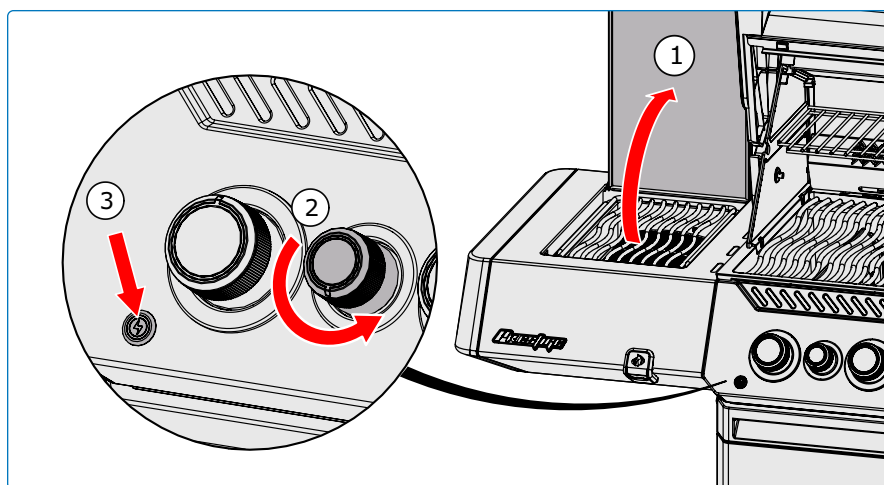

Fig. 7
4. Si le brûleur ne s'allume pas dans les 5 secondes, tournez le bouton de commande du brûleur dans le sens horaire jusqu'à la position ARRÊT. Attendez 5 minutes. Répétez les étapes 2 et 3 (**Fig. 7**), ou consultez "Instructions alternatives d'allumage"